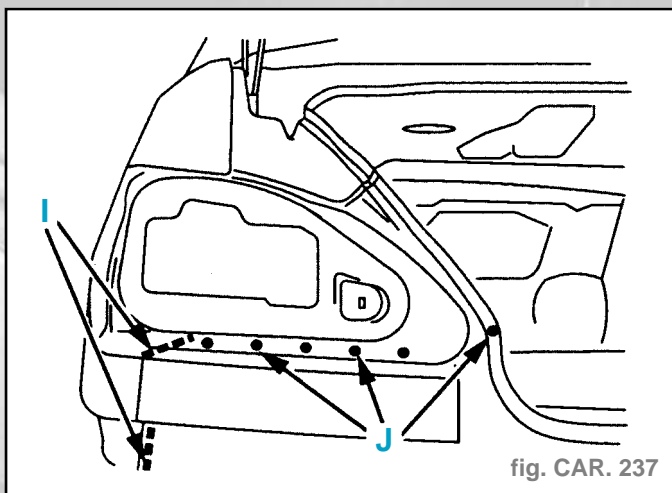

fig. CAR. 237
- Souder par cordon au MIG (suivant I) (fig. CAR. 237).